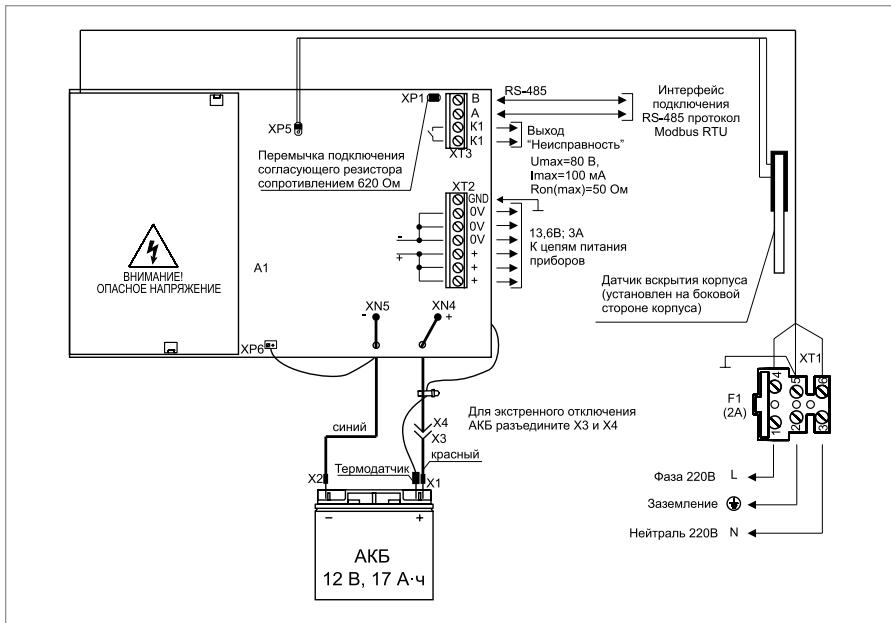
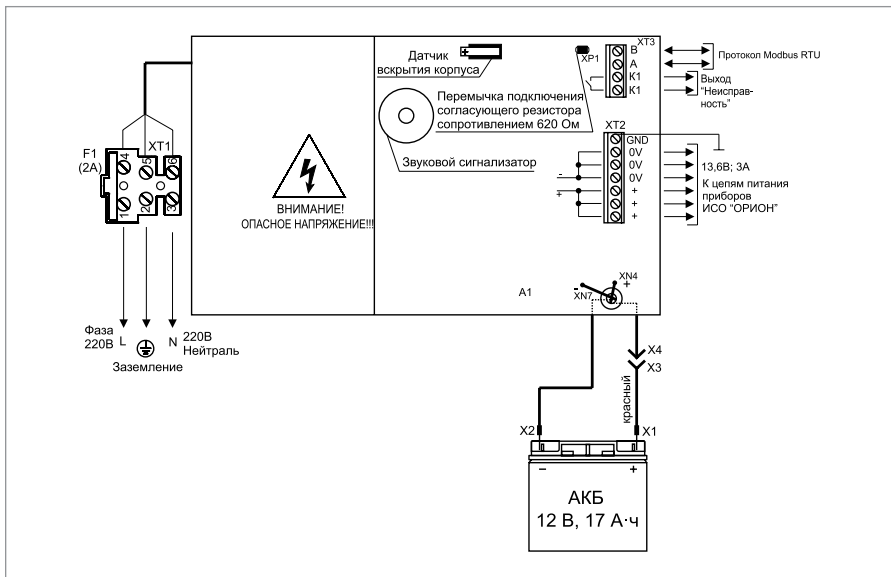

Рисунок 20. Схема внешних соединений РИП-12 исп.60 (РИП-12-3/17М1-Р-Modbus)
Рисунок 21. Схема внешних соединений РИП-12 исп.61 (РИП-12-3/17П1-Р-Modbus)
- 2.5. Схемы подключения РИП-12 исп.60 (РИП-12-3/17М1-Р-Modbus) и РИП-12 исп.61 (РИП-12-3/17-Р-Modbus) приведены на Рисунок 20 и Рисунок 21 соответственно.
подключения (Рисунок 20 и Рисунок 21).